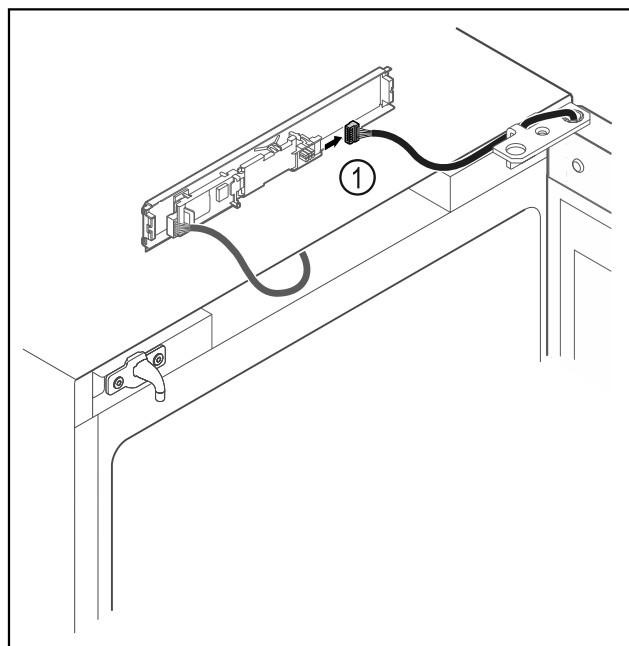

Fig. 10
- ▶ Odpojte zástrčku Fig. 10 (1) z dosky plošných spojov.